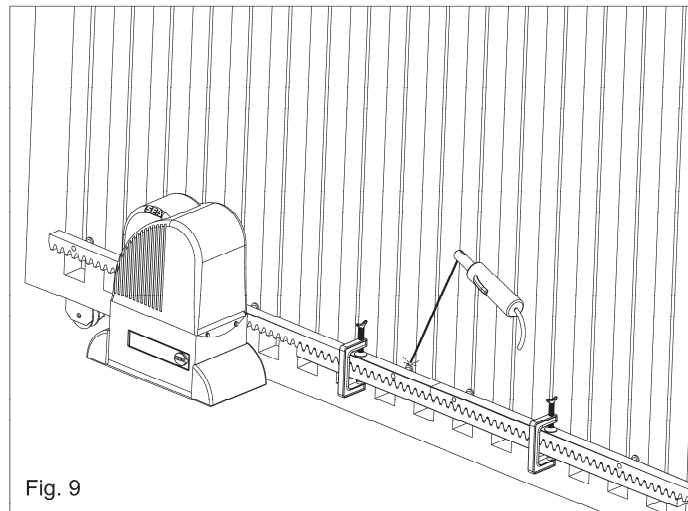

Fig. 9
5.4. 检查所有齿条是否成一直线并位置正确（齿条间间隙）。固定下一段齿条时使用另一段齿条按（图9）操作确保正确啮合。